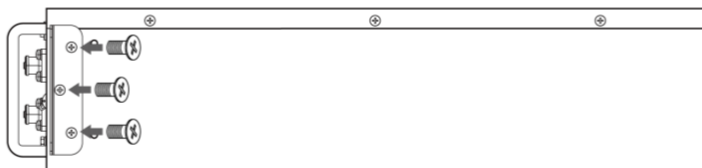

Abbildung 4-2
- a) Befestigen Sie mit den 6 Schrauben M4*8 die Festösen des Akkupacks an beiden Enden des Akkus entsprechend der Abbildung 4-2.
- a. Hängen Sie die Batterie gemäß Abbildung 4.2 an die Wand.